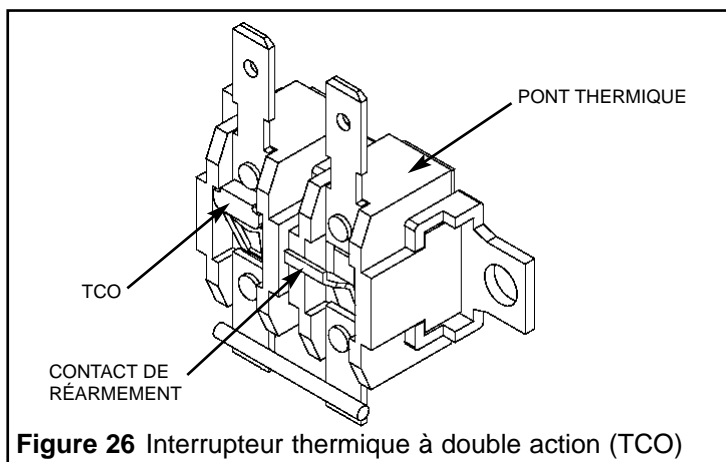

Figure 26 Interrupteur thermique à double action (TCO)
3. Appuyez avec vos doigts sur le contact situé sur la partie avant-droite de l'interrupteur thermique (Figure 26), jusqu'à ce que vous entendiez un dé clic. N'utilisez pas d'outil métallique, comme un tournevis, pour appuyer sur